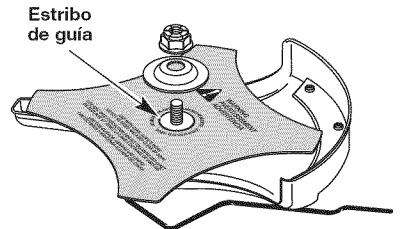

Fig. 9
2. Verifique que la cuchilla de corte esté centrada en el estribo de guía y quede plana contra el buje del eje de salida (Fig. 9).